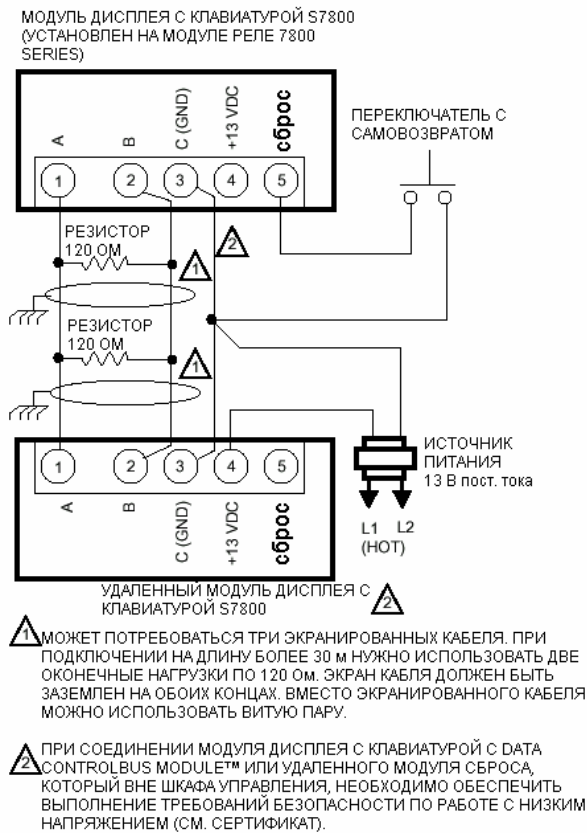

Рис. 5. Подсоединение нескольких модулей дисплея с клавиатурой.
- b Подключите провода от удаленных устройств к Модулю дисплея с клавиатурой как показано на Рис. 5 и 6 или в Спецификации Модуля дисплея с клавиатурой (65-0166), DATA CONTROLBUS MODULE™ (65-0091) или Удлинителя кабеля (65-0131).
- ⊘ Вся проводка должна соответствовать нормам, указаниям и правилам работы с электрооборудованием. Модуль дисплея с клавиатурой, DATA CONTROLBUS MODULE™ (для удаленного монтажа) или Модуль удаленного сброса (для удаленного сброса) должны соединяться цепочкой (1(a)-1(a), 2(b)-2(b), 3(c)-3(c)). Перечисленные устройства могут подключаться в произвольном порядке. При длине соединения свыше 30 м устройства на концах цепочки должны иметь оконечную нагрузку 120 Ом (1/4 Вт минимум) между клеммами 1и 2, см. Рис. 5 и 6.